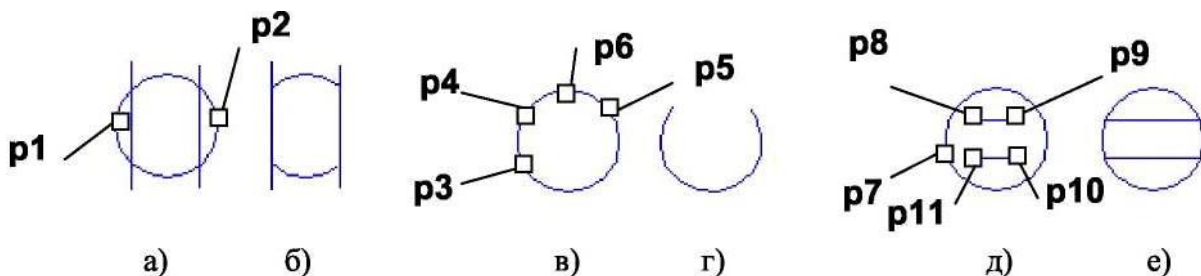

Рис. 4.10. - Примеры удаления фрагментов объектов
3. Указать точки **p1** и **p2**, находящиеся на оси отражения (рис. 4.10 б).
**Усечь кривую.** Команда удаляет часть указанного объекта, ограниченную точками пересечения его с другими объектами. По умолчанию удаляется участок, который указан курсором. При этом на **Панели свойств** активен переключатель  - **Удалять указанный участок**. Если же требуется удалить участки, внешние по отношению к указанному, нужно использовать переключатель  - **Оставить указанный участок**. На рис. 4.10 а, б после указания точек **p1** и **p2** удаляются соответствующие дуги окружностей.
- **Усечь кривую двумя точками.** Команда удаляет часть объекта, ограниченную двумя произвольно заданными точками. Команда удобна в тех случаях, когда редактируемый объект имеет много пересечений с другими объектами. В команде необходимо указать редактируемый объект (точку **p3**), а затем задать на нем две точки (**p4** и **p5**), определяющие нужный участок. Он будет удален или оставлен в соответствии с установками переключателей. На рис. 4.10 в отражен порядок указания точек **p3**, **p4**, **p5** и **p6** на окружности для получения изображения, представленного на рис. 4.10 г.
выровнять. Выравнивание объекта осуществляется со стороны указания его. Чтобы перейти к выравниванию по другой границе, используйте кнопку  - **Указать заново** на панели **Специального управления**. На рис. 4.10 д показана последовательность указания точек **p7, p8, p9, p10** и **p11** на окружностях и отрезках для получения изображения, представленного на рис. 4.10 е.